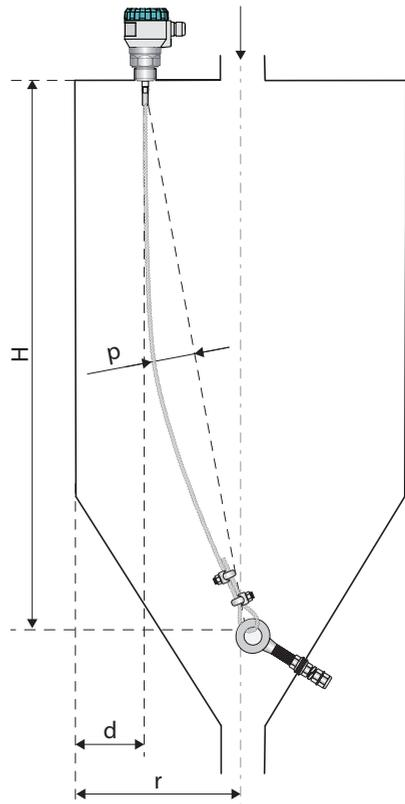

Abb. 20: Empfohlene Installation des Füllstandmessers mit Verankerung auf der gegenüberliegenden Siloseite
- Bei Anwendungen mit Schüttgut sind die Seilelektroden auf der gegenüberliegenden Seite des Behälters (Silos) zu verankern, um das Seil mit Durchbiegung anzubringen, siehe Abb. 20. Empfohlene Minstdurchbiegung $p = H/100$ [mm]. Diese Installation erhöht die Zugbelastbarkeit des Seils.
auf der gegenüberliegenden Siloseite (Abb. 20)	beliebig
Starkstromkabels oder seiner Länge über 30 m ist die Erdung des Füllstandsmessers (siehe oben) und der Einsatz eines geschirmten Kabels empfohlen. Die Kabelabschirmung ist an der Seite der Stromversorgungsquelle zu erden oder an die innere Anschlussklemme mit Bezeichnung  anzuschließen, siehe Abb. 20 und 22 (die Kabelabschirmung stets an einer Stelle anschließen).